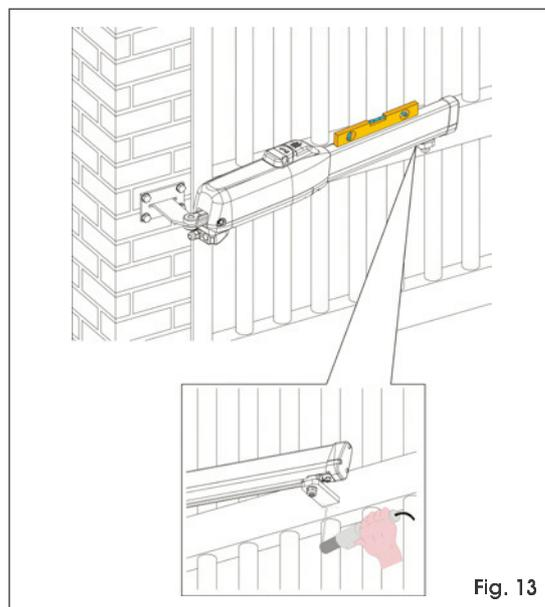

Fig. 13
6. Chiudere l'anta e, mantenendo l'operatore perfettamente orizzontale, individuare il punto di fissaggio della staffa anteriore (Fig.13).
7. Fissare provvisoriamente la staffa anteriore tramite due punti di saldatura (Fig.13).